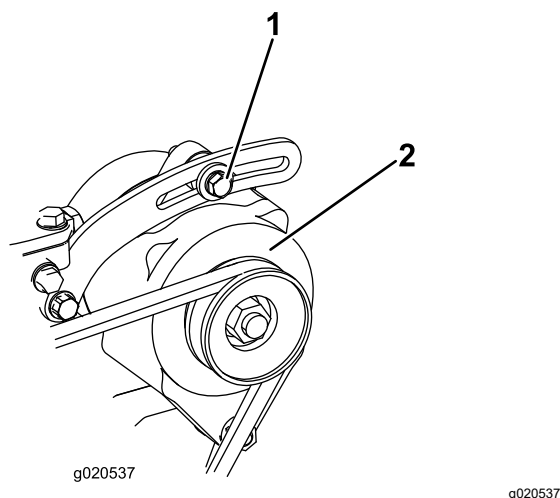

Figura 98
1. Se a deslocação obtida não for igual a 10 mm, deve desapertar os parafusos de montagem do alternador (Figura 98).